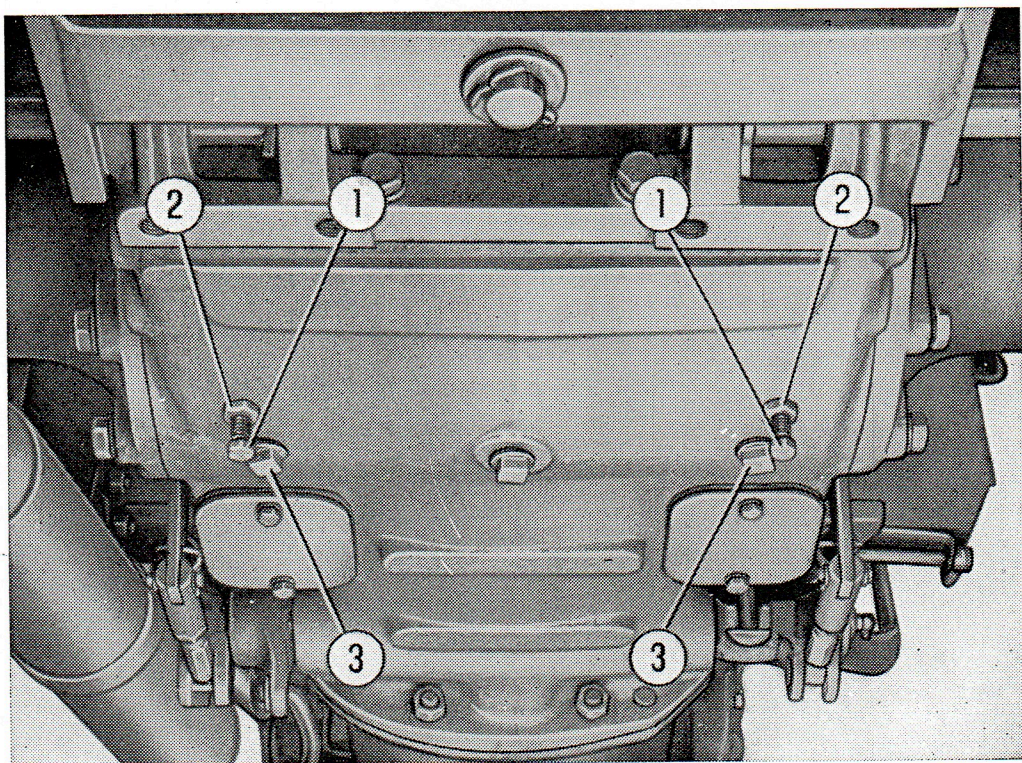

FIG. 22. — Vis de centrage des rubans de freins
- Desserrer l'écrou de blocage des deux vis de centrage des rubans de freins (voir fig. 22), serrer les vis à fond, puis les dévisser d'un tour et demi et les bloquer dans cette position ;
- Evacuer enfin par les bouchons **3** (fig. 22) les dépôts qui ont pu s'accumuler dans les carters de freins.